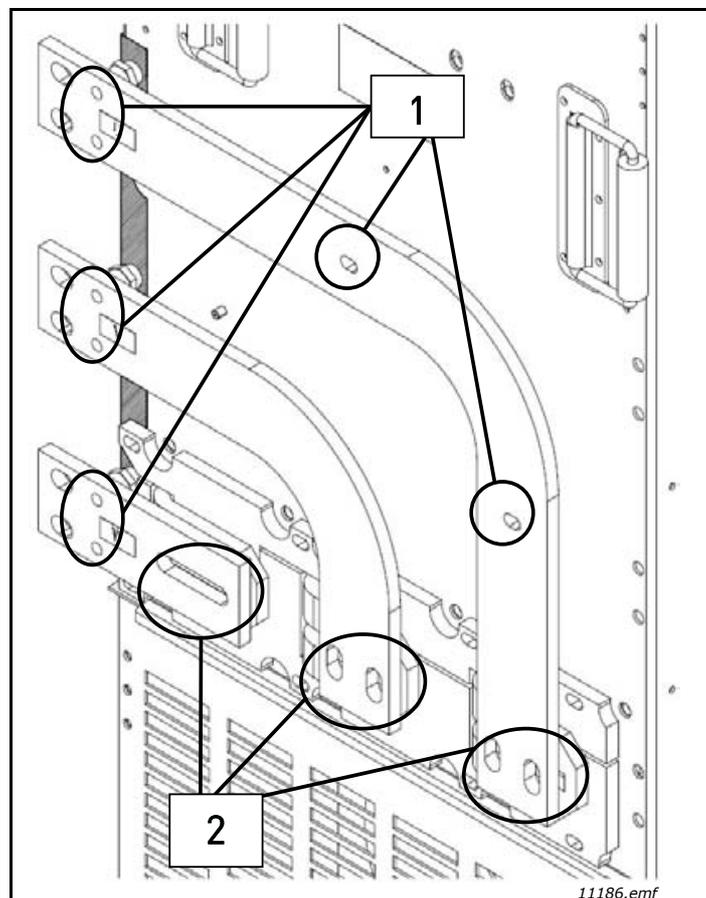

Рис. 27. Подключение на левой стороне
5. Установите шины, как показано на Рис. 27.
6. Закройте крепления, обозначенные на Рис. 27 цифрой 2.
7. Закройте крепления, обозначенные на Рис. 27 цифрой 1.